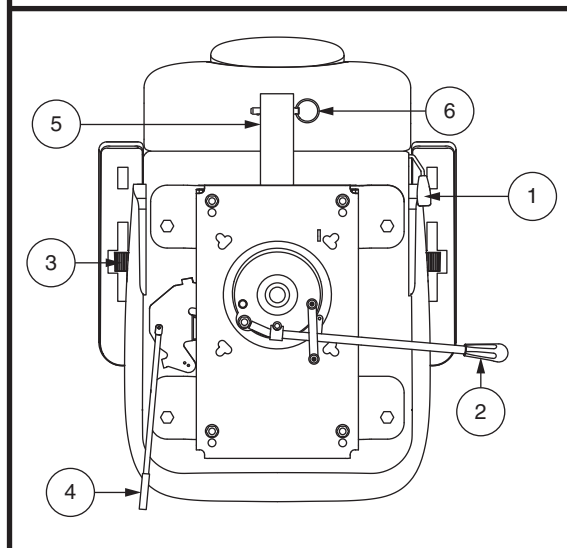

Figure 16. Réglage du siège – Style B
Si votre scooter est équipé d'un siège à dossier inclinable, vous pouvez changer l'inclinaison du dossier avec le levier de réglage du dossier. **Voir la figure 16.**
1. Déplacez le levier coulissant du siège (situé sur le côté inférieur gauche du siège) vers l'extérieur. **Voir la figure 16.**
Élevez ou abaissez l'inclinaison des accoudoirs en tournant la roulette de réglage sous l'accoudoir. **Voir la figure 16.**
Le support d'accessoire monté à l'arrière vous permet d'attacher un accessoire personnel comme un panier, support pour marchette ou réservoir d'oxygène à l'arrière de votre scooter. Utiliser la goupille de verrouillage afin de bien fixer votre article au support d'accessoire. **Voir la figure 16.** Consultez votre détaillant autorisé pour plus de détails.